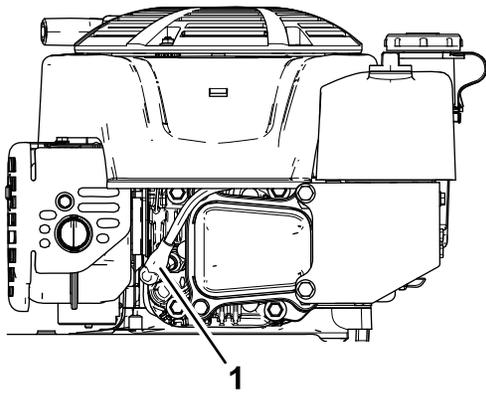

Bild 28
2. Ziehen Sie den Kerzenstecker von der Zündkerze ab (**Bild 28**).